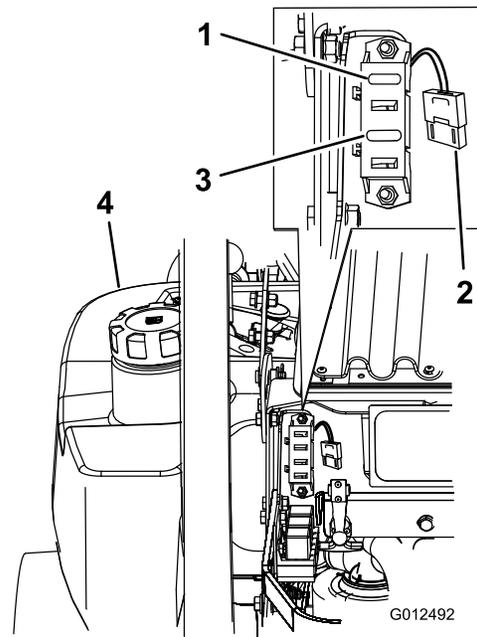

Figura 71
1. Destranque e levante o capot do motor para ter acesso ao porta-fusíveis (Figura 71).
3. Instale um novo fusível (Figura 71).